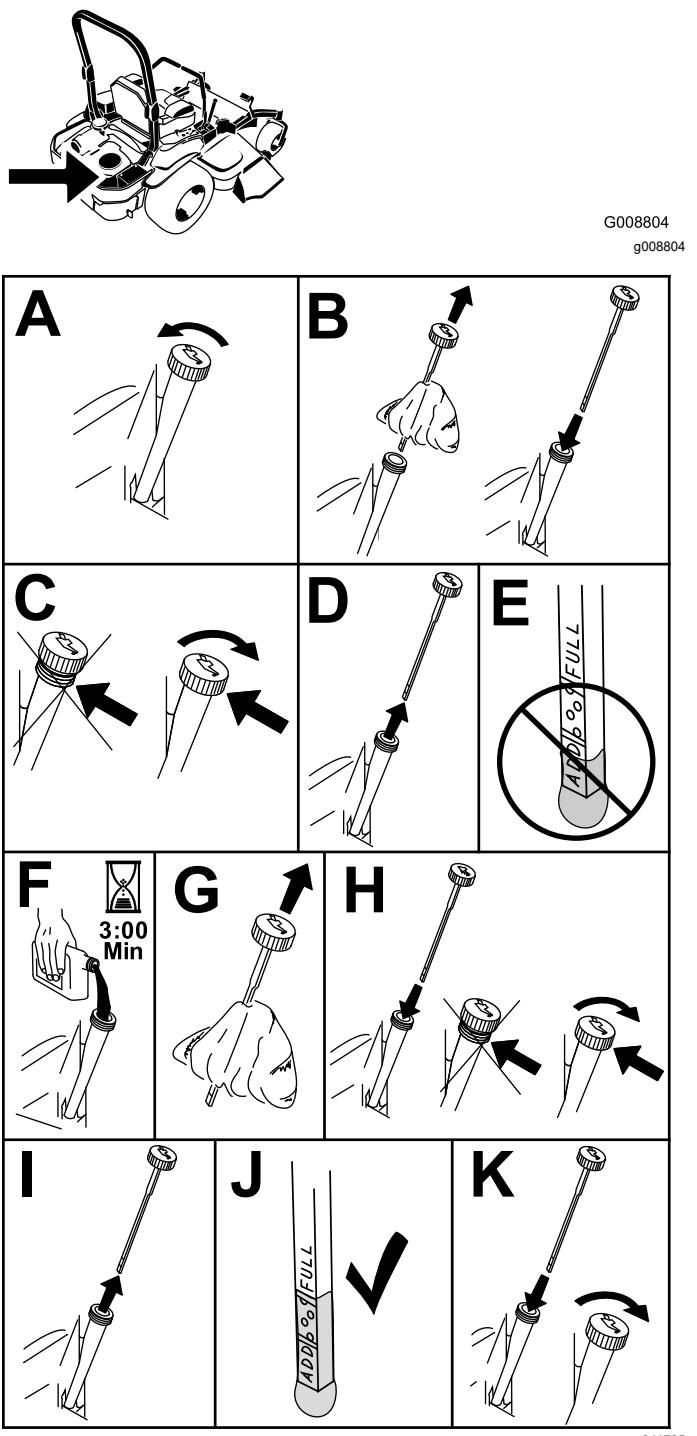

Figura 65
3. Para que no entre suciedad, recortes de hierba, etc., en el motor, limpie la zona alrededor del tapón de llenado/varilla de aceite antes de retirarlo (Figura 65).